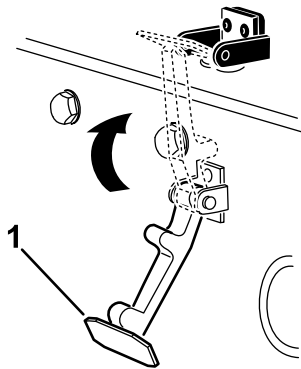

Bild 25
7. Haken Sie den Riegel in die Halterung des Motorhaubenriegels ein (Bild 25).